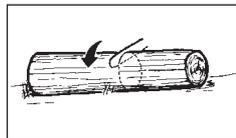

рис. 12A
1. Опоры по всей длине ствола: пилите сверху, избегая врезки в грунт (рис. 12A).